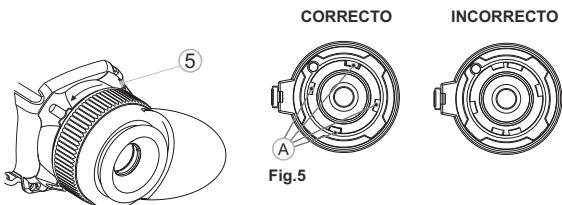

Fig.4
- Gire la anilla de bloqueo (5) del ocular en el sentido contrario a las agujas del reloj hasta que oiga un clic y desmonte el ocular (**Fig.4**).
- Saque la tapa (13) del adaptador girándola en el sentido inverso a las agujas del reloj.
- Instale el casquillo (14) en el adaptador (15) hasta el final (ver. Fig.4). **Importante! El casquillo debe instalarse con la parte angosta hacia adelante (ver el esquema).**
- Instale por completo el adaptador con el casquillo sobre el objetivo (17) del visor diurno (ver. Fig.4).
- Cambie la palanca (18) de la posición inicial "**ABIERTO**" a la posición "**CERRADO**" (ver. Fig.4).
- Afloje el tornillo de bloqueo (19) con la llave hexagonal (S=2 mm).
- Apriete el tornillo (20) con una llave para hexagonal (S=4 mm) con el esfuerzo de apriete, necesario para asegurar que el adaptador esté bien ajustado al objetivo.
- Apriete el tornillo (19).